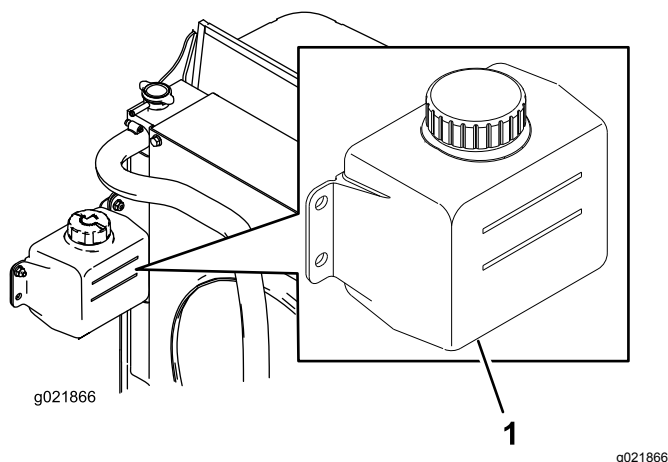

Figura 29
1. Verifique o nível de líquido de arrefecimento do depósito secundário (Figura 29).